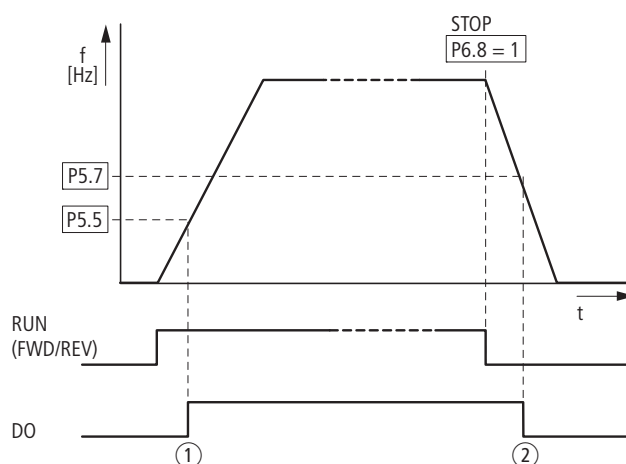

Figure 115: Commande du frein mécanique
- $P5.5 < P5.7$ (→ Figure 115) : après le dépassement de la valeur de $P5.5$, la sortie TOR reste activée (frein desserré) jusqu'à ce que la fréquence de sortie dépasse la valeur de $P5.7$.